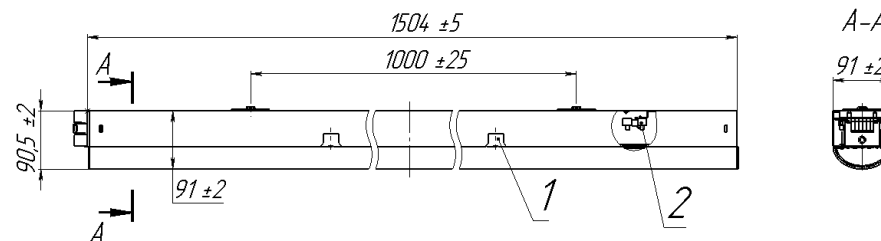

Рисунок 1
2.1 Светильник Маркет ПРО LED-75 (рисунок 1) предназначен для освещения общественных зданий, торговых рядов, фойе, коридоров. Светильники устанавливаются в световую линию и, соединенные между собой, представляют конструкцию любой длины (как и при использовании дополнительных аксессуаров).